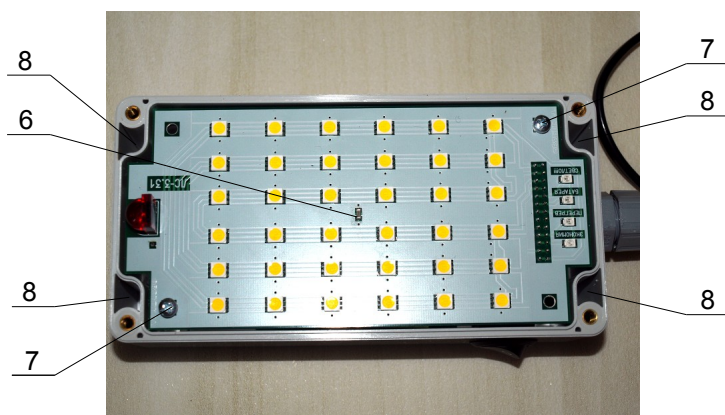

Рис.2. Вид светильника без верхней крышки.
3. Прикрутите светильник к основанию через отверстия в углах (рис.2 и рис 3, поз.8) при помощи саморезов диаметром $\Phi 3\text{мм}$.
4. Открутите два винта крепления платы (рис.2,поз.6) со светодиодами и снимите её.